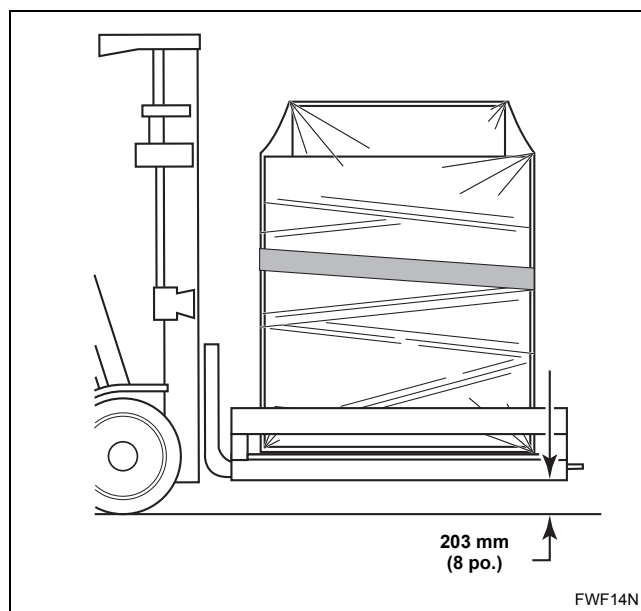

Figure 4
3. À l'aide du chariot élévateur à fourche, soulever avec précaution la machine emballée. Se reporter à la Figure 4.